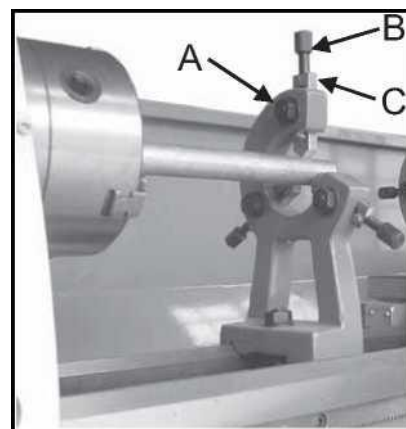

Рис. 36
1. Ослабьте три шестигранные гайки (А, Рис. 36).
2. Ослабьте винт с накатанной головкой (В, Рис. 36) и разведите скользящие пальцы (С, Рис. 36) до тех пор, пока люнет вместе с пальцами не сможет перемещаться вдоль заготовки. Закрепите неподвижный люнет в рабочем положении.
3. Затяните винты с накатанной головкой таким образом, чтобы пальцы плотно прилегали к заготовке, но не зажимали ее. Затяните три гайки (А, Рис. 36). Смажьте точки скольжения машинным маслом.